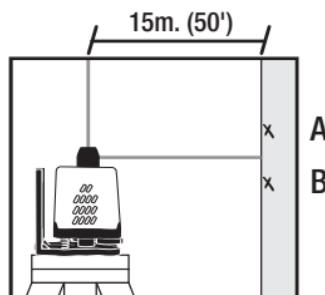

Fig. 8
1. Ajustar o parafuso de nivelamento "Y" até que o raio laser se coloque a meia distância dos pontos A e B (Fig. 8). Isto faz com que a bolha do nível "Y" saia do centro. Girar o parafuso no sentido horário sobe o raio; O sentido anti horário faz baixar o raio.